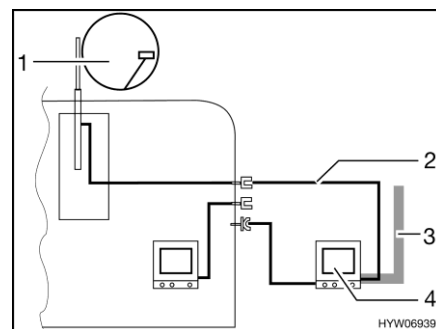

Fig. 223 TV dans l'auvent
- TV dans l'auvent (Fig. 223,4) : Raccord à l'antenne sur le toit (Fig. 223,1) avec câble d'alimentation (Fig. 223,2)
- TV dans l'auvent (Fig. 223,4) : Raccord à l'antenne extérieure (Fig. 223,3)